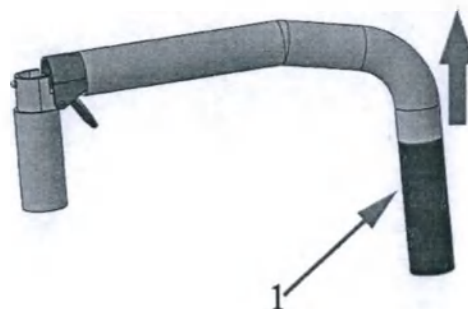

Рис.1.8
5.4.5 Кресла оснащены откидными подлокотниками, имеющими мягкие накладки на поручнях. Для откидывания подлокотника, зажмите флажок (поз.1, рис.1.8) и поднимите переднюю часть подлокотника вверх.